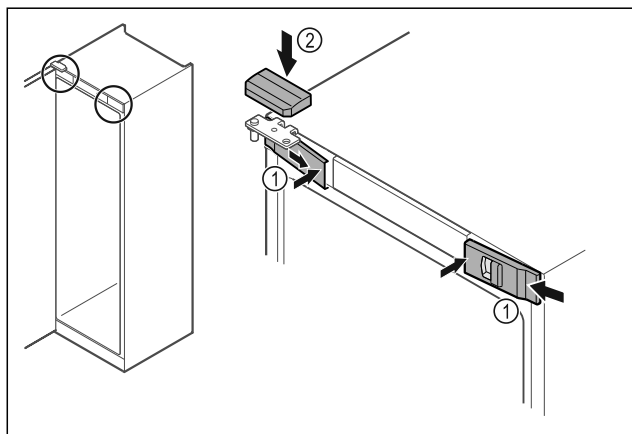

Fig. 44
- ▶ Haka fast skydden fram Fig. 44 (1) på sidan och sätt på dem på insidan.
- ▶ Sätt på det övre skyddet Fig. 44 (2) uppifrån.